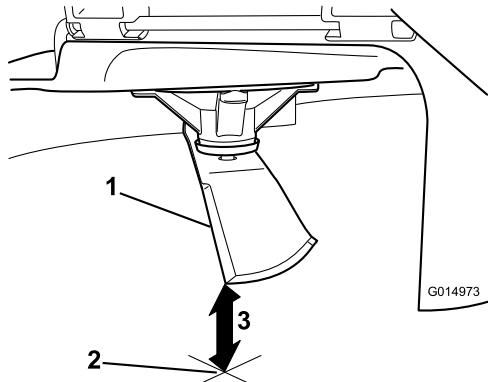

Figura 77
- 5. Mida desde la punta de la cuchilla hasta la superficie plana (Figura 77).